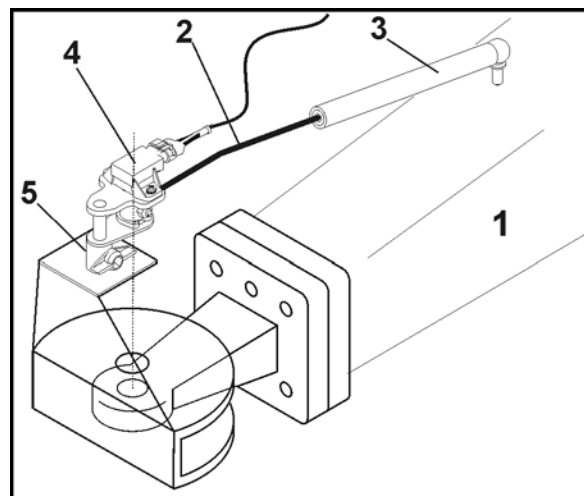

Fig. 39
La commande de suivi AutoTrail, conçue pour un suivi automatique dans les traces du traceur, détecte la position angulaire du timon (Fig. 39/1) par rapport au sens d'avancement du tracteur.
1. Engagez la tige angulaire (Fig. 39/2) dans la douille en plastique (Fig. 39/3) stecken.
2. Introduisez le transmetteur d'angle de rotation (Fig. 39/4) dans le logement (Fig. 39/5).